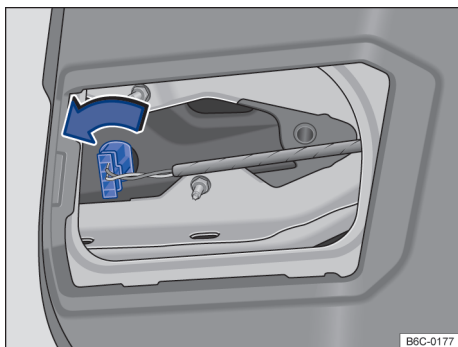

Fig. 136 Na tampa traseira: desinstalar o suporte da lâmpada.
4. Girar o suporte da lâmpada → Fig. 136 até o batente no sentido anti-horário e desencaixar do alojamento.